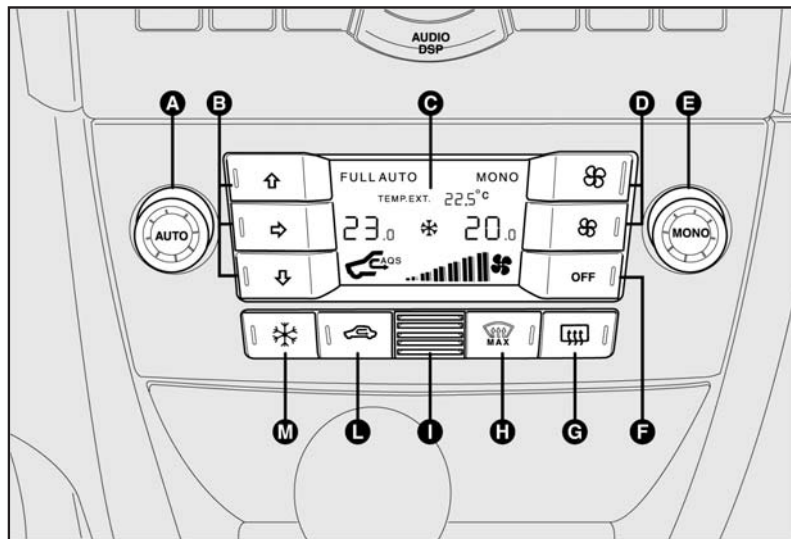

fig. 45
Para ligar o sistema - fig. 45:
COMANDOS - fig. 45
climatizador desligado (LED no botão **F-fig. 45** aceso) o sistema se configura em recirculação. Caso deseje ter tomada de ar externo, é necessário apertar a tecla **L**.
O sistema pode funcionar de diversos modos, mas recomenda-se programar no display as temperaturas desejadas apertando o botão **A-fig. 45**.
Apertando o botão **E-fig. 45** alinha-se automaticamente a temperatura do lado do passageiro com a temperatura do lado do motorista e, portanto, pode-se colocar a mesma temperatura entre as duas áreas.
Para aumentar/diminuir a velocidade do ventilador, agir no botão **D-fig. 45**.
O ventilador pode ser excluído (nenhuma barra iluminada) somente se o compressor do climatizador tiver sido desligado apertando o botão **M-fig. 45**. Para restabelecer o controle automático da velocidade do ventilador após uma regulagem manual, apertar o botão **A-fig. 45 (AUTO)**.
Apertando o botão **F-fig. 45 (OFF)** obtém-se o desligamento do sistema com a consequente visualização no display:
Indicação de recirculação do ar interno do habitáculo (LED no botão **L-fig. 45** aceso).
Apertando o botão **M-fig. 45** habilita-se o funcionamento do compressor do climatizador. Esta condição é evidenciada pelo acendimento do LED no próprio botão e pelo acendimento da luz-espia ✱ no display.
- controle automático, sinalizado pela escrita **AQS** no display (LED no botão **L-fig. 45** apagado);
- desligamento forçado (recirculação interna do ar sempre desligada com tomada de ar externo) (LED no botão **L-fig. 45** apagado).
- acionamento forçado (recirculação interna do ar sempre ligada) (LED no botão **L-fig. 45** aceso).
Apertando o botão **L-fig. 45**, o climatizador automático **DUALTEMP** ativa automaticamente a função de recirculação interna do ar (LED no botão **L-fig. 45** aceso). Nestas condições é possível alternar, apertando o botão **L-fig. 45** na tomada de ar externo (LED no botão apagado) e vice-versa.
Com o botão **F-fig. 45** apertado (LED no botão aceso) não é possível habilitar a função **AQS** (Air Quality System).
ATENÇÃO: na condição de recirculação com acionamento forçado (recirculação interna do ar sempre ligada) LED no botão L-fig. 45 aceso, após pelo menos 25 minutos de uso consecutivo, o climatizador habilita por cerca de 1 minuto a tomada do ar externo para permitir a troca do ar interno do habitáculo, independentemente do nível de poluição do ar externo.
Apertando o botão A-fig. 45 (AUTO) o sistema regula automaticamente a quantidade e a distribuição do ar introduzido no habitáculo, anulando todas as regulagens manuais anteriores.
Apertando o botão **H-fig. 45**, o climatizador ativa automaticamente, na modalidade temporizada, todas as funções necessárias para acelerar o desembaçamento/descongelamento do para-brisa e dos vidros dianteiros, ou seja:
- aciona o vidro traseiro térmico LED no botão **G-fig. 45** (aceso) e as resistências dos espelhos retrovisores externos;
Apertando o botão **G-fig. 45** aciona-se o desembaçamento/descongelamento do vidro traseiro térmico.
Apertando um ou mais botões **B-fig. 45** pode-se escolher manualmente uma das 7 possíveis distribuições do ar no habitáculo:
Para restabelecer o controle automático da distribuição do ar após uma seleção manual, apertar o botão **A-fig. 45 (AUTO)**.